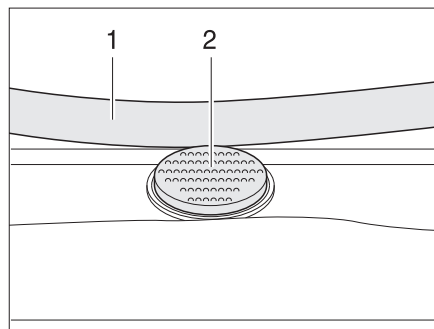

Fig. 81 Botón de seguridad en la claraboya Heki
- Pulsar el botón de seguridad (Fig. 81,2) y tirar la horquilla (Fig. 81,1) hacia abajo con ambas manos.
- Presionar el estribo hacia arriba con ambas manos hasta que la horquilla se encuentre encima del botón de seguridad (Fig. 81,2).